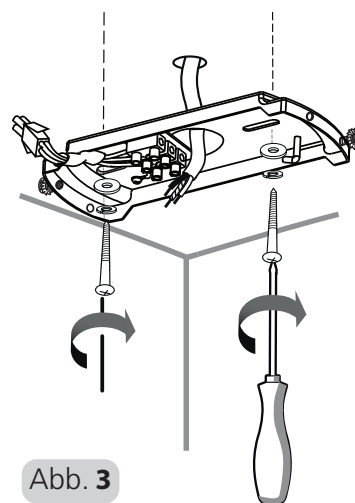

Abb. 3
4. MONTAGE DER AUFHÄNGEHALTERUNG: Suchen und markieren Sie die Mitte des Balkens. Führen Sie die Kabel für die Stromversorgung durch das Loch in der Halterung und befestigen Sie die Halterung mit den Unterlegscheiben, Federscheiben und Holzschrauben am Deckenbalken. Siehe Abb. 3
4. INSTALLING THE HANGING BRACKET: Locate and mark the center of the joist. Pass the supply wires through the hole in the bracket. Secure the bracket to the ceiling joist by using the flat washers, spring washers and wood screws. Refer to Figure 3.
4. INSTALLATION DU SUPPORT DE SUSPENSION : Repérez et marquez le centre de la solive. Passez les câbles d'alimentation à travers le trou du support. Fixez le support à la solive de plafond à l'aide des rondelles plates, des rondelles élastiques et des vis en bois. Voir Figure 3.
4. УСТАНОВКА ПОДВЕСНОГО КРОНШТЕЙНА: Найдите и отметьте центр балки. Проведите провода питания через отверстие в кронштейне. Прикрепите кронштейн к потолочной балке с помощью плоских шайб, пружинных шайб и деревянных винтов. См. рис. 3.
4. Montaż wspornika zawieszenia: Zlokalizować i zaznaczyć środek belki stropowej, poprowadzić przewody zasilające przez otwór we wsporniku. Przymocować wspornik do belki stropowej za pomocą podkładek płaskich, podkładek sprężystych i śrub do drewna. Patrz rys. 3.